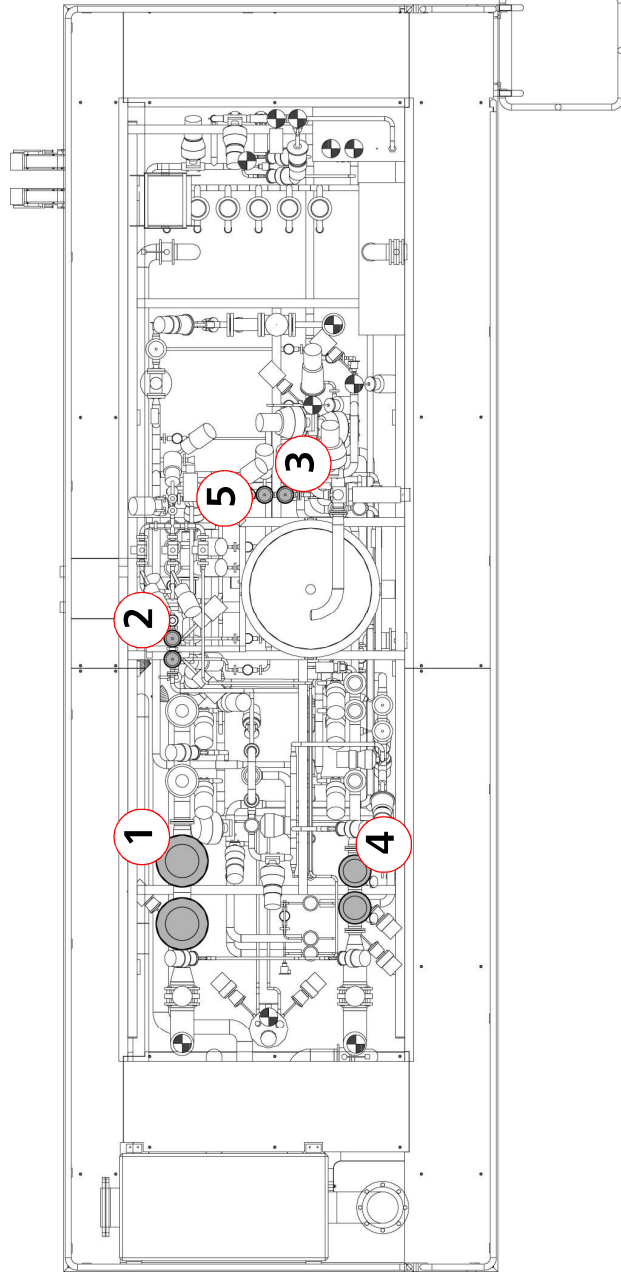
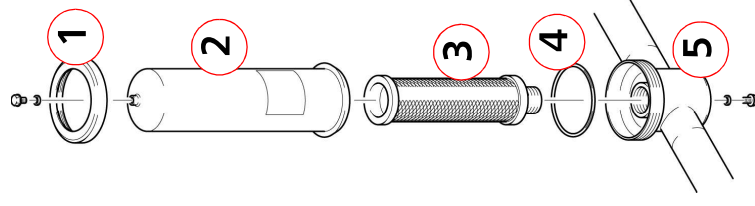
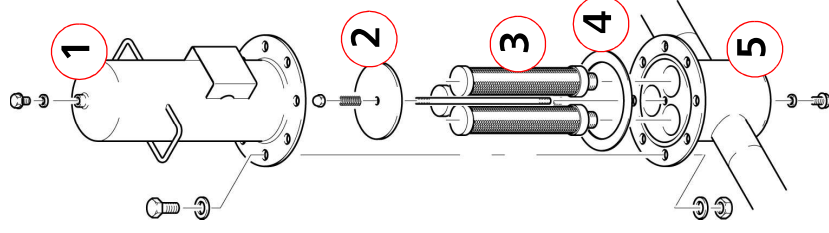

Bild 6-62
Bild 6-63
Bild 6-64
- Sterilfilterpatronen für die Installationsbaugruppe Trocknungsluft austauschen (**Bild 6-62** und **Bild 6-63**).
- Sterilfilterpatronen für die Installationsbaugruppe Verdrängungsluft austauschen (**Bild 6-62** und **Bild 6-64**).
- Doppelsterilfilter für die Installationsbaugruppe Luft-Produktbehälter austauschen (**Bild 6-62** und **Bild 6-63**):
- Doppelsterilfilter für die Installationsbaugruppe Luftsterilisation austauschen (Bild 6-62 und Bild 6-63):
- Doppelsterilfilter für die optionale Installationsbaugruppe Stickstoff-Kopfraumspülung austauschen (Bild 6-63):